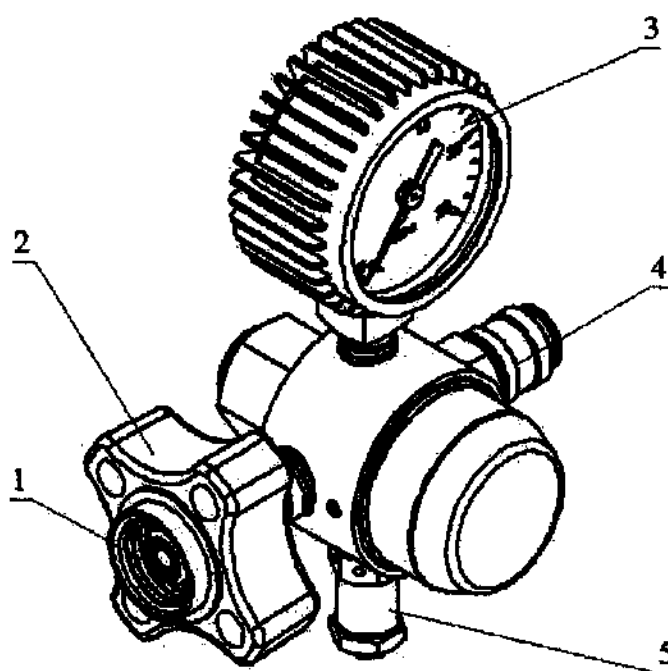

Рисунок 1 – Редуктор кислородный КР-1
1.4.2. Редуктор (рисунок 1) предназначен для обеспечения понижения давления кислорода с давления в баллоне до рабочего и подачи кислорода к потребителю.